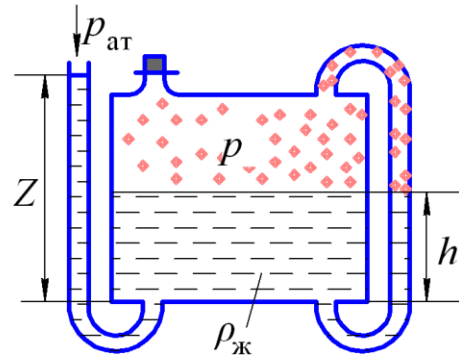

Рисунок 1.24
**Задача 21** (рис. 1.24). В закрытом резервуаре находится жидкость под давлением. Плотность жидкости  $\rho_{ж}$ . Для измерения уровня жидкости  $h$  в резервуаре имеется справа уровнемер. Левый открытый пьезометр предназначен для измерения давления в резервуаре. Определить, какую нужно назначить высоту левого пьезометра, чтобы измерить максимальное давление в резервуаре  $p$  при показании уровнемера  $h$ . Исходные данные к задаче приведены в табл. 21.